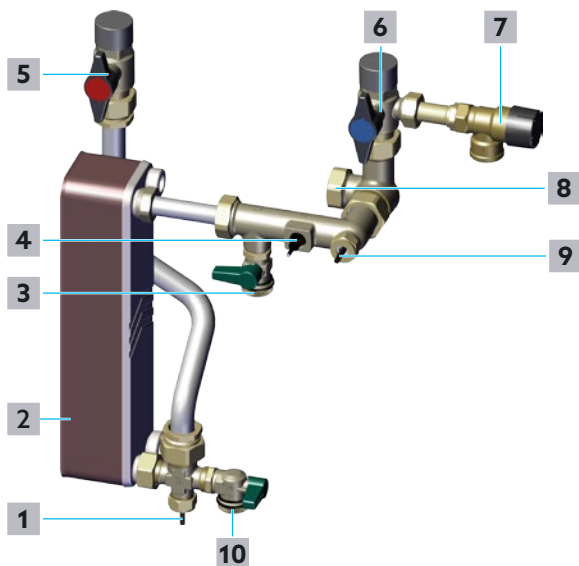

Fig. 34: Circuit E.C.S.
- 2 Fermer lentement le robinet d'arrêt à tournant sphérique - Eau chaude sanitaire (position 5 sur la Fig. 34 en page 37 et position 10 sur la Fig. 2 en page 11).
- 3 Fermer lentement le robinet d'arrêt à tournant sphérique - Eau potable froide (position 6 sur la Fig. 34 en page 37 et position 11 sur la Fig. 2 en page 11).
- 4 Dévisser le capuchon du robinet de vidange et de remplissage à tournant sphérique - Eau chaude sanitaire (position 10 sur la Fig. 34 en page 37 et position 16 sur la Fig. 2 en page 11).
- 5 Raccorder le tuyau de vidange pour l'eau potable au robinet de vidange et de remplissage à tournant sphérique - Eau chaude sanitaire (position 10 sur Fig. 34 en page 37 et position 16 sur la Fig. 2 en page 11).
- 6 Ouvrir le robinet de vidange et de remplissage à tournant sphérique - Eau chaude sanitaire (position 10 sur la Fig. 34 en page 37 et position 16 sur la Fig. 2 en page 11).
- 17** Fermer le robinet de vidange et de remplissage à tournant sphérique - Eau chaude sanitaire (position **10** sur la Fig. 34 en page 37 et position **16** sur la Fig. 2 en page 11).
- 5** Fermer le robinet de vidange et de remplissage à tournant sphérique - Eau chaude sanitaire (position **10** sur la Fig. 34 en page 37 et position **16** sur la Fig. 2 en page 11).